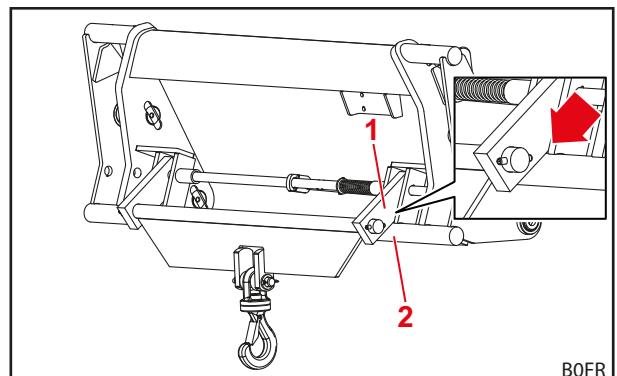

Fig. 91 Position de l'outil pour le transport de charge
- (1) S'il n'y a aucun dispositif de sécurité anti-abaissement : abaisser le chargeur frontal sur le sol.
- (2) Accrocher la charge au crochet.
- (3) Relever le chargeur frontal jusqu'à ce que la charge soit librement suspendue.
- (4) Positionner l'outil de manière à ce que les attaches reposent sur les traverses inférieures du cadre porte-outils (voir Fig. 91).
- (5) Rouler très prudemment au point de déchargement.